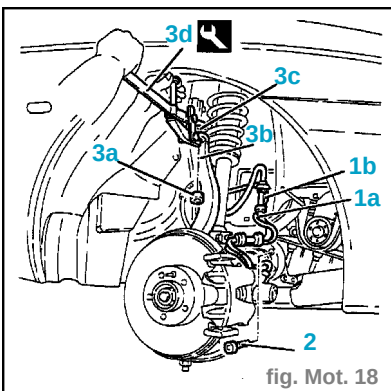

fig. Mot. 18
- Désassembler les tubes flexibles aux étriers des freins avant (1a) et les câbles électriques des capteurs de nombre de tours des roues avant (1b) de leurs colliers respectifs. (fig. Mot. 18)